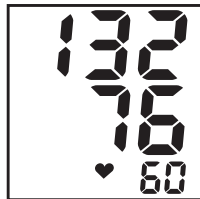

РИС.4
5. В конце измерения прибор выпустит весь воздух из манжеты и на дисплее отобразится результат измерения (рис. 4).